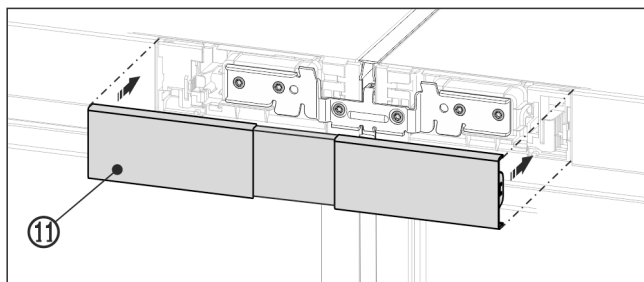

Fig. 24 Príklad zobrazenia
- Horný kryt Fig. 24 (11) priklapnite na ešte otvorený medzipriestor oboch záslepiek ovládacej časti. Dbajte pri tom na to, aby vonkajšie strany krytu lícovali so záslepkami ovládacej časti.